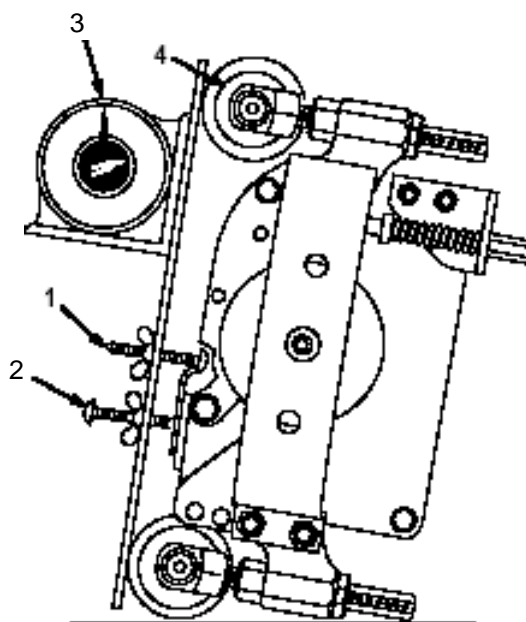

図 21
5. ゲージバーに傾斜計を載せて角度を測る (ゲージバーの角度; 図 21)。